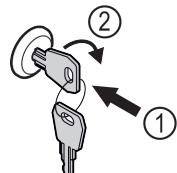

Fig. 57
- Πιέστε μέσα το κλειδί Fig. 57 (1).
► Περιστρέψτε το κλειδί 90° δεξιόστροφα Fig. 57 (2).